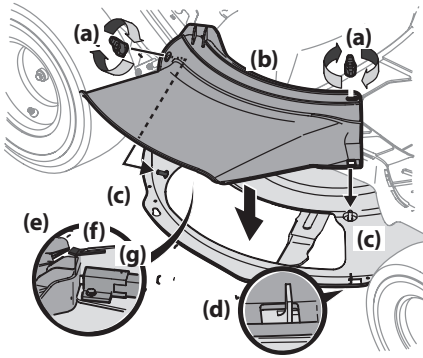

Figure 8
1. Retirez les écrous papillon (a) du plateau de coupe. Gardez-les pour utilisation ultérieure. Voir Figure 8.
2. Installez le déflecteur d'éjection (b) sur l'ouverture du plateau de coupe. Introduisez les goujons (c) sur la surface du plateau de coupe dans les trous sur la partie supérieure du déflecteur d'éjection (b). Introduisez la petite encoche (d) sur le rebord du plateau de coupe dans le trou carré sur la partie inférieure du déflecteur d'éjection (b). Voir Figure 8.
3. Fixez le déflecteur d'éjection (b) en serrant les écrous papillon (a) retirés à l'étape 1. Voir Figure 8.